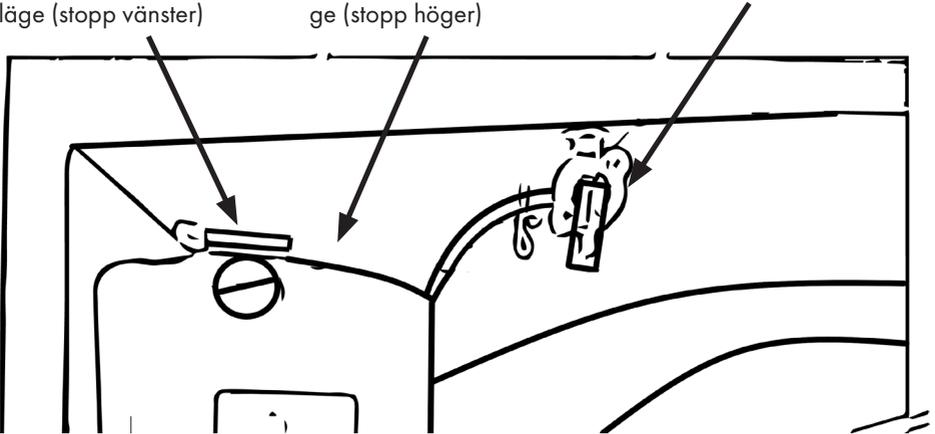

Bild 19
- Öppna bränslekranen. Se även bild 19. (Handtaget på kranen pekar nedåt)